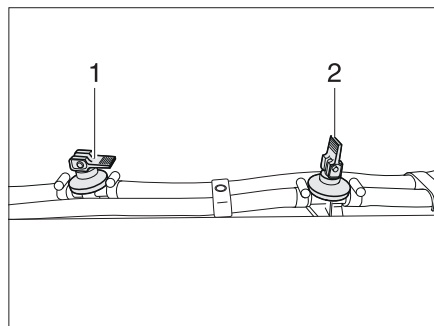

Bild 358 Ablasshahn
- Alle Ablasshähne schließen. Dazu den Kipphebel (im Bild 358,1) waagrecht stellen.